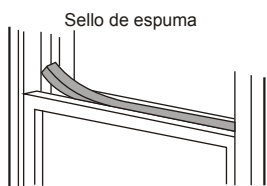

Imagen 11
5. Corte el sello espuma al largo apropiado y selle la brecha entre la parte superior y la parte inferior de la ventana. Como se muestra en la Imagen 11.